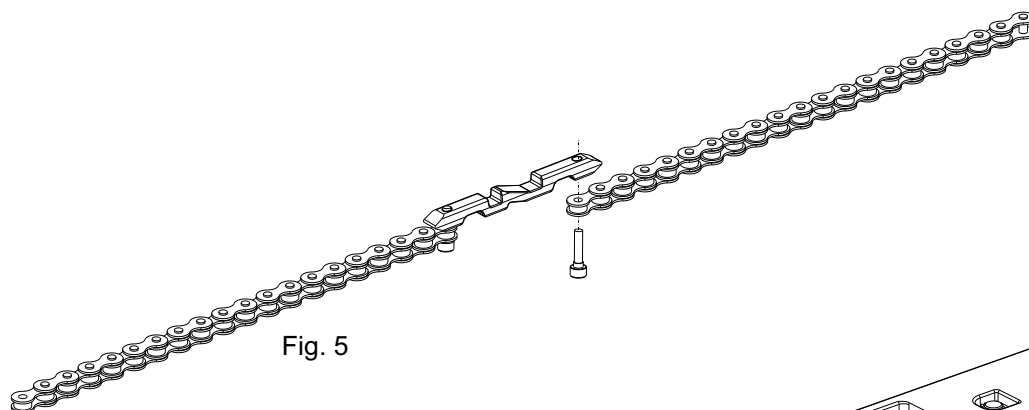

Fig. 5
- Assembler les deux extrémités de la chaîne à l'aide de la jonction et les deux vis livrées comme dans Fig. 5.